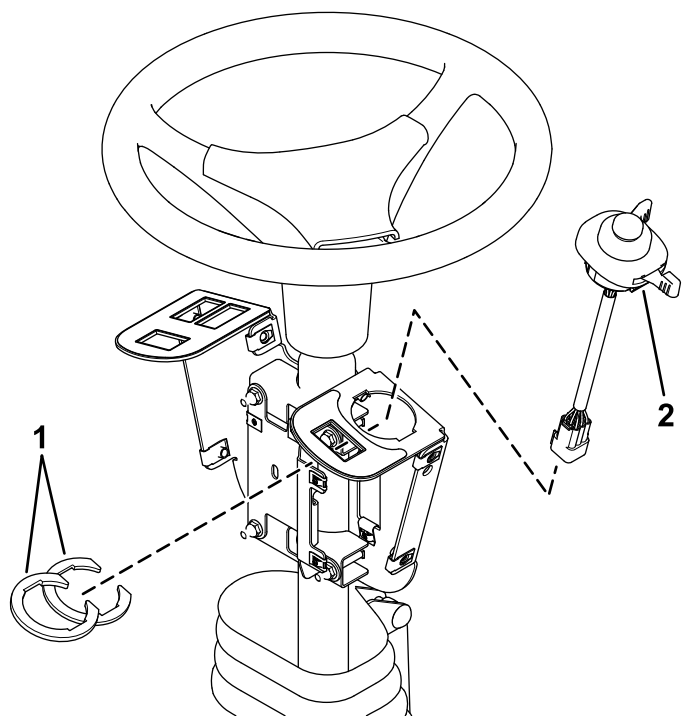

Figura 4
- Montate l'interruttore multifunzione sul relativo supporto e fissatelo con le sue clip sotto al foro destinato all'interruttore (Figura 4).